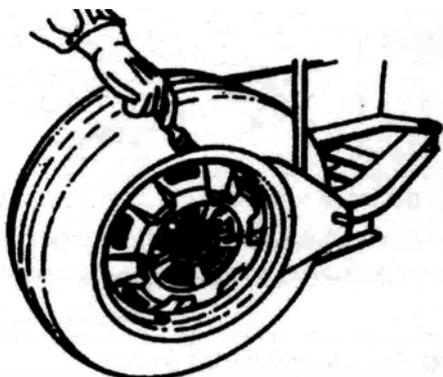

Рис. 11
1. Поместите шину между лопаткой устройства отрыва борта и резиновым упором, вставьте лопатку между бортом покрышки и ободом, нажмите на педаль (10) (на рис.2 - 10, на рис.3 - 3), чтобы оторвать борт от обода колеса (Рис.11).